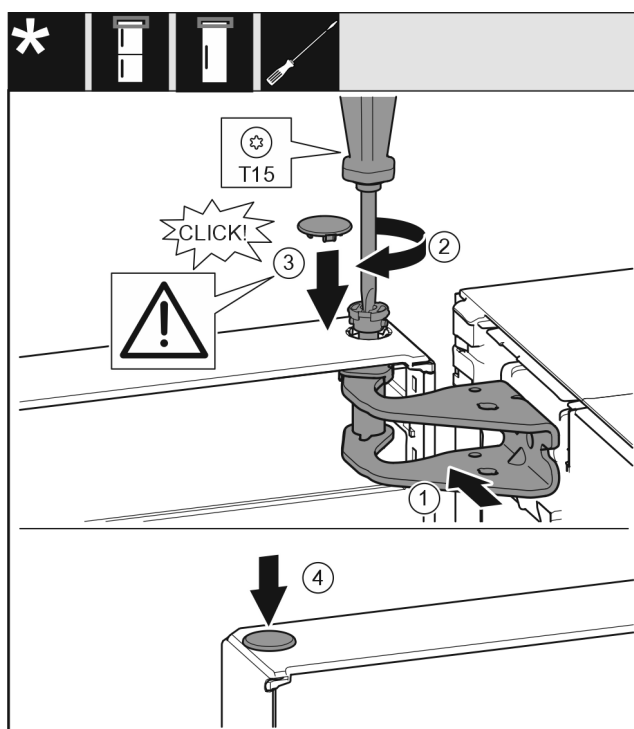

Fig. 21
- Alinee la parte superior de la puerta con el orificio del caballete Fig. 21 (1).
- Inserte el perno Fig. 21 (2) y apriételo con un destornillador.
- Coloque la cubierta Fig. 21 (3).
- Compruebe que la cubierta Fig. 21 (3) se apoye sobre la puerta.
- Coloque la cubierta Fig. 21 (4).